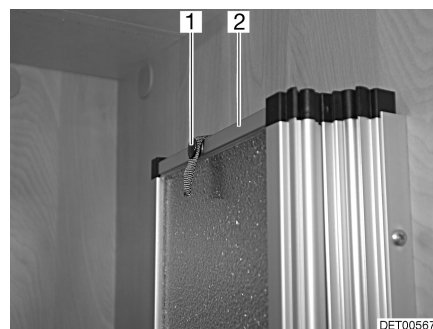

Fig. 92 Fixation, cloison de douche
- Détacher la sangle de retenue (Fig. 92,1) de la cloison de douche (Fig. 92,2) et ouvrir cette dernière.
- Plier la cloison de douche (Fig. 92,2) et la fixer avec la sangle de retenue (Fig. 92,1).